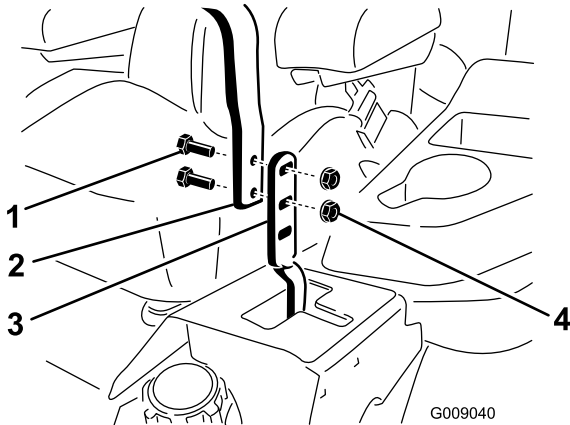

Figura 84
3. Afloje los pernos y las tuercas con arandela prensada de las palancas (Figura 84).